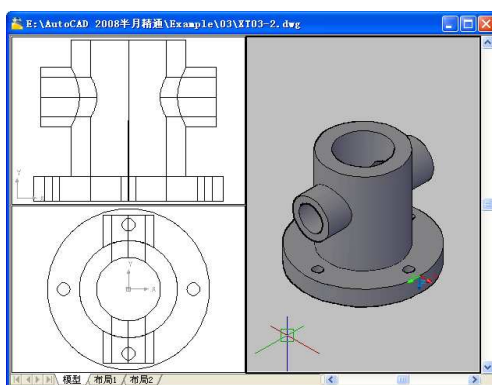

图 3-22 设置的平铺视口
2. 打开光盘中的“Example\03\XT03-3.DWG”文件, 并对其进行多视口的设置, 如图 3-22 所示。